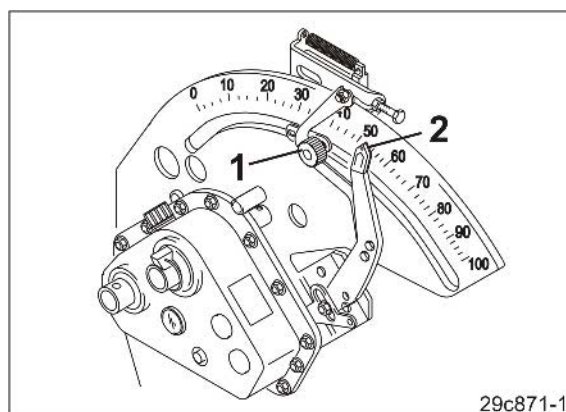

Рис. 144
3. Ослабьте фиксирующую головку (Рис. 144/1).
5. Установите стрелку (Рис. 144/2) рычага редуктора **снизу** на значение редуктора.